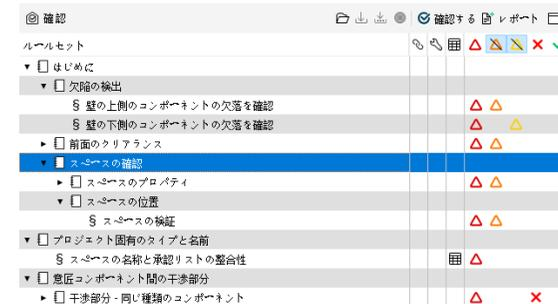
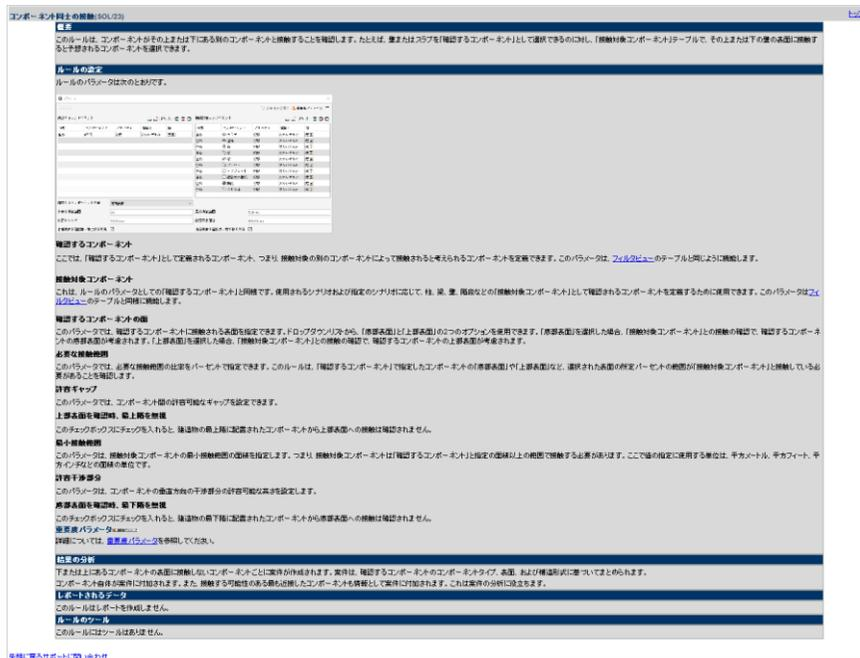

図 47. 重要度が中、または低い項目を隠す
図 49. ルールドキュメント
「重要度が高▲」の問題のみを表示するには、テーブルの見出しから「中▲」と「低▲」のアイコンをクリックし、以下のようにします。（図 47 を参照）
- (1) すべての重要度（「高▲」、「中▲」、「低▲」）の項目がアクティブの状態であるかの確認をしてください。
- (2) ルールセットのテーブルから「欠陥の検出」（図 47 を参照）の横にある「+」（Mac OS では▶）を選択し、ルール項目を表示してください。
- (3) 「壁の下側のコンポーネントの欠陥を確認」を一覧から選択します。
- (5) 「情報ビュー」から「ルール ヘルプ」(図 49 を参照) をクリックすると、ブラウザが開き、選択された内容のドキュメントを読むことができます。(図 47 を参照)